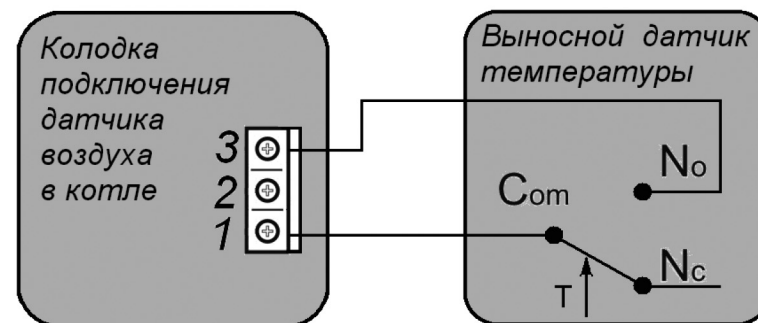

Рис. 9. Схема подключения выносного датчика температуры.
- б) подключить выносной датчик температуры воздуха или хронотермостат к клеммам 1, 3 по сл.схеме (Рис.9).